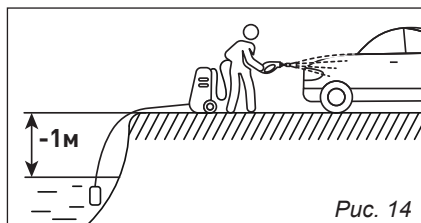

Рис. 14
3. Расположение заборного шланга ниже уровня мойки (рис. 14): подпор воды отсутствует, сопротивление всосу, максимальные потери выходного давления. **Такое расположение не рекомендуется.**